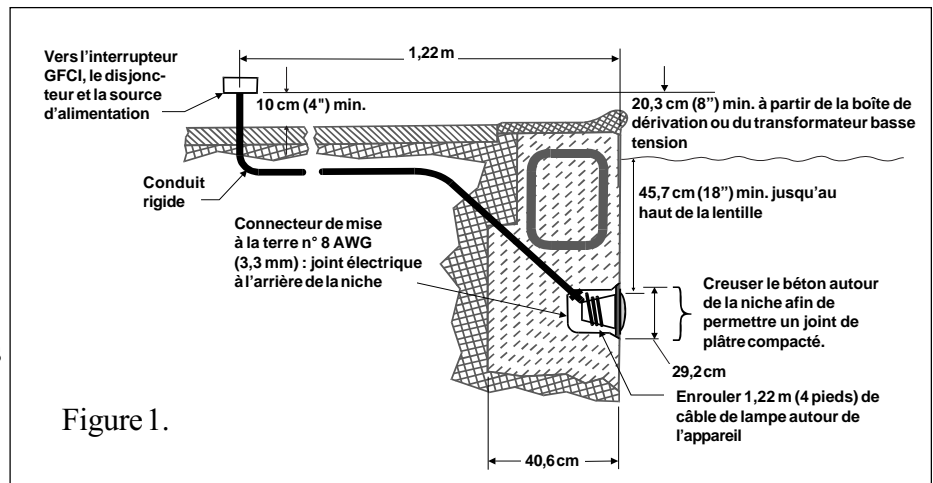

Figure 1.
A. Avant que l'appareil d'éclairage ne puisse être installé, l'électricien devra procéder aux préparatifs suivants (cf. figure 1 ci-dessous).
- b. La boîte de dérivation (ou, pour les modèles de 12 volts, le transformateur basse tension) est située à au moins 20,3 cm (8 pouces) au-dessus du niveau du sol et à au moins 1,22 m (48 pouces) du bord de la piscine (cf. figure 1 ci-dessous).
- d. La niche immergée est correctement installée de manière à ce que le bord supérieur de la lentille de la lampe soit à au moins 45,7 cm (18 pouces) au-dessous de la surface de l'eau dans la piscine (cf. figure 1 ci-dessous).
- e. La niche immergée comporte des joints électriques appropriés et est convenablement reliée à la terre au moyen du connecteur de terre n° 8 AWG (3,3 mm) situé à l'arrière de la niche (cf. figure 1).
1. Acheminer le cordon à travers le conduit jusqu'à la boîte de dérivation en laissant au moins 1,22 m (4 pieds) à enrouler autour de la lampe au niveau de l'appareil d'éclairage (cf. figure 1). Ce mètre vingt-deux permet de procéder au remplacement de la lampe une fois la piscine remplie d'eau.
5. Laisser au moins 1,22 m (4 pieds) de cordon à enrouler autour de la lampe (cf. figure 1). Ce mètre vingt-deux permet de procéder au remplacement de la lampe une fois la piscine remplie d'eau.